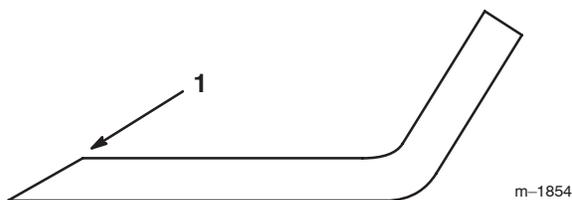

Figure 27
1. Au moyen d'une lime, aiguiser les tranchants aux deux bouts de la lame (Fig. 27) en veillant à conserver l'angle de coupe d'origine.